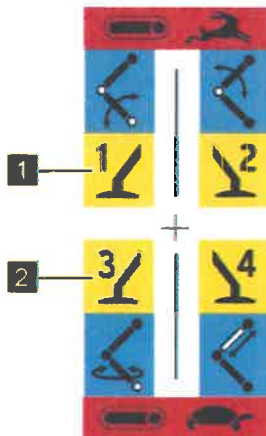

Abb. 60: Stützenfunktion
6. Mit dem Vorwahlhebel die Stützen 1 und 2 (Abb. 60/1) oder 3 und 4 (Abb. 60/2) wählen.